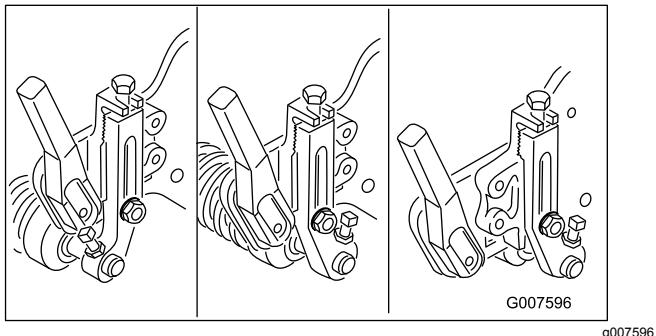

Figure 52
**Remarque:** Le rouleau avant possède 3 positions de réglage (Figure 52) selon l'application et les besoins de l'utilisateur.